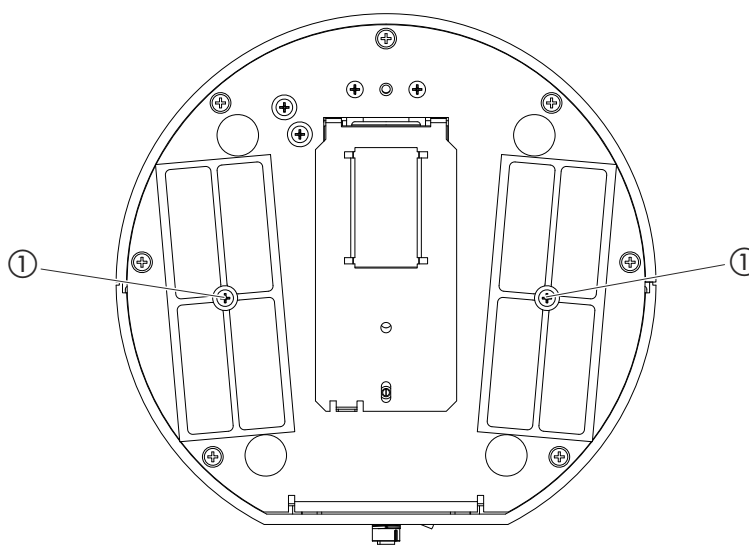

Fig. 15: Vue du bas
- 3 Desserrez les deux vis situées au milieu du support de filtre, voir Fig. 15 à la page 61.